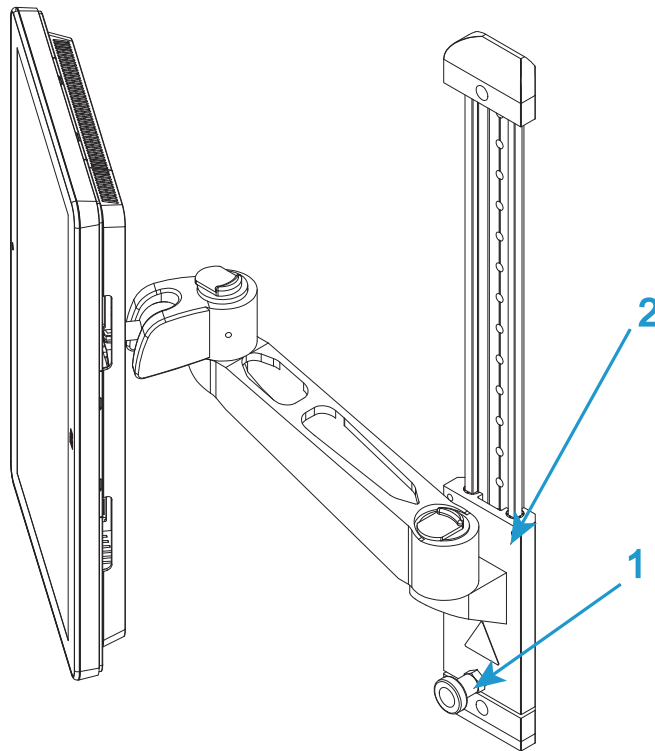

図 11. 高さの調整
1. 様々なオペレータが快適に使用できるようにBluehill® オペレータ ダッシュボードの高さを調整することができます。ロック (49 ページの 図 11 の 1) を緩め、取り付けアーム (49 ページの 図 11 の 2) を希望の高さにスライドします。ロックを再び締め付けます。